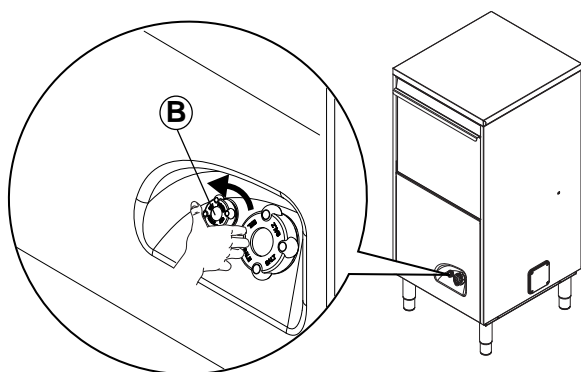

Fig. 25
Sur les modèles avec adoucisseur continu incorporé, le réservoir de produit de rinçage se trouve sur la façade de l'appareil (Fig. 25).
- Dévisser le bouchon du réservoir "B" (Fig. 25) en le tournant dans le sens inverse des aiguilles d'une montre.